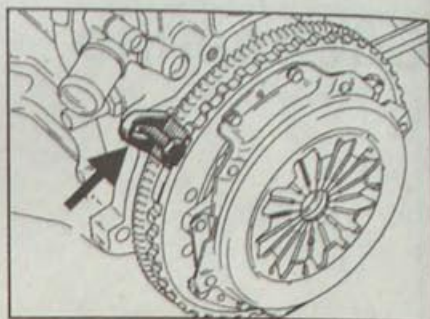

Рис. 5.2. Использование приспособления Mot.852 для фиксации маховика бензинового двигателя от проворачивания
- Приспособлением Mot.852 или большой отверткой за зубья зубчатого венца заблокируйте маховик от проворачивания (рис. 5.2, 5.3).